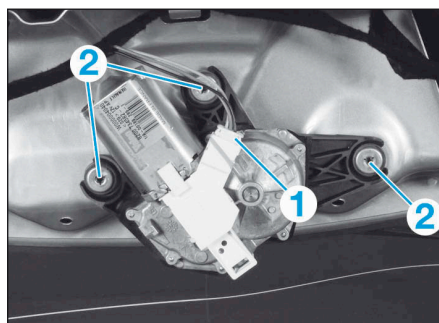

FIG.51
- Débrancher le connecteur (1) (Fig.51).
- Percer les rivets (2).